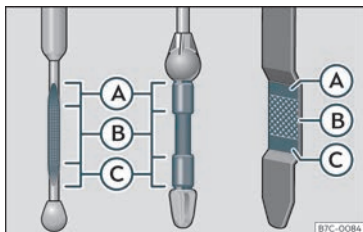

Fig. 186 Vareta de mesurament del nivell d'oli.
- A continuació, torneu a extreure-la i compareu el nivell d'oli» fig. 186 . En cas necessari, reposeu oli del motor.
- Quan el nivell d'oli arribi com a mínim a la zona»» fig. 186 (B), caragoleu el tap de la boca d'ompliment amb cura »» ①.
Si el nivell d'oli es troba per sobre de la zona »» fig. 186 (A), no arrenqueu el motor. Podeu causar danys al motor i al catalitzador. Informe a un taller especialitzat.
El nivell d'oli no ha d'estar en cap cas per sobre de la zona»» fig. 186 (A). Si es superés el límit, es podria aspirar oli pel respirador del càrter del cigonyal i arribar a l'atmosfera a través del sistema d'escapament.